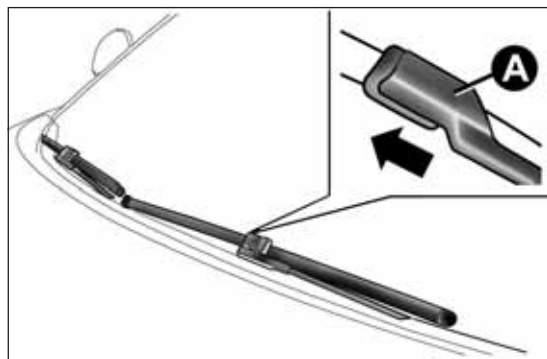

fig. 172
- ☐ solleva il braccio del tergicristallo, premi la linguetta A fig. 172 della molla di aggancio ed estrai la spazzola dal braccio;